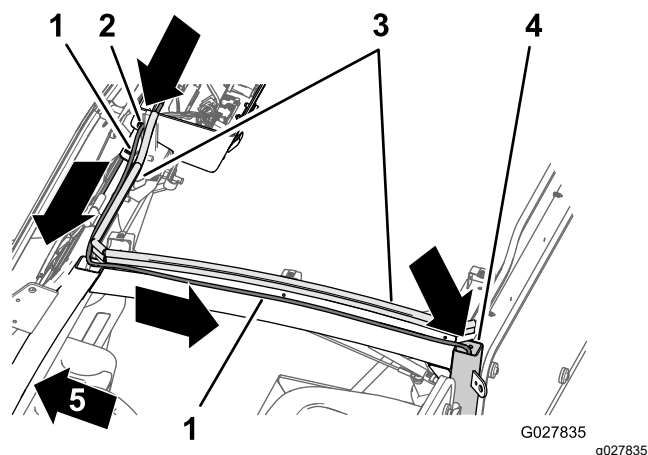

Рисунок 21
1. Проложите шланг влево по потолочной консоли вдоль уплотнения лампы в передней части рамы кабины (**Рисунок 21**).
2. Проложите шланг назад вдоль левого швеллера рамы в кабине (**Рисунок 21**).